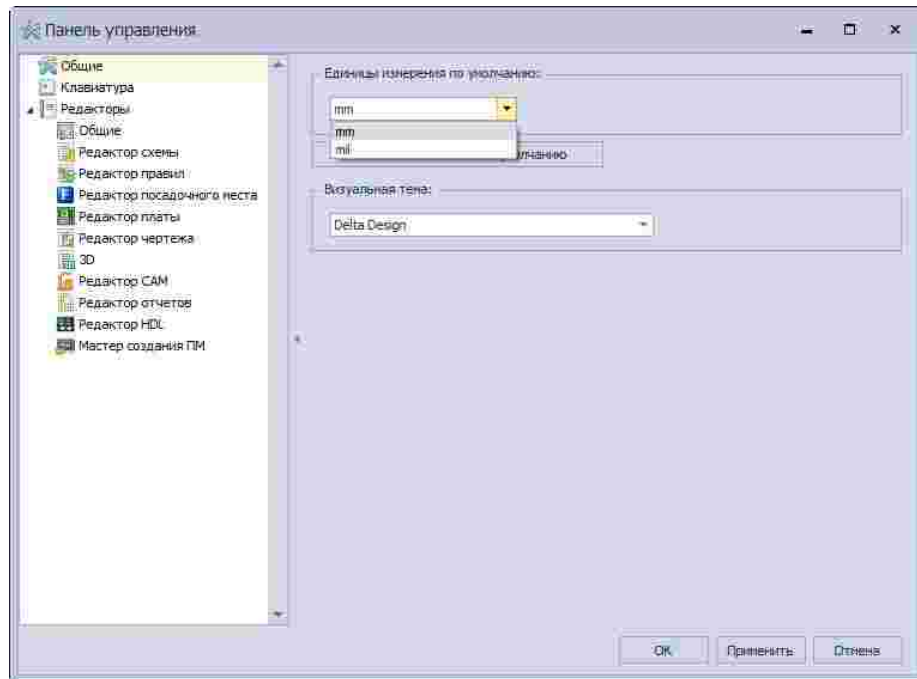

Рис. 44 Изменение используемых единиц измерения
1. Выберите и переключите используемые единицы измерения с помощью выпадающего списка в поле «Единицы измерения по умолчанию» (см. Рис. 44).